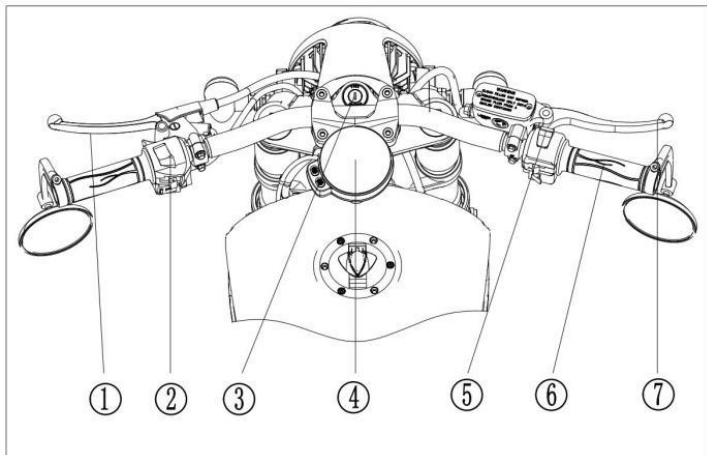

Fig.3
**3. (Fig.3)**
- ① Leva frizione
- ② Combinazione interruttore sinistro
- ③ Commutatore d' accensione
- ④ Quadro strumenti
- ⑤ Combinazione interruttore sinistro
- ⑥ Manopola acceleratore
- ⑦ Leva freno anteriore